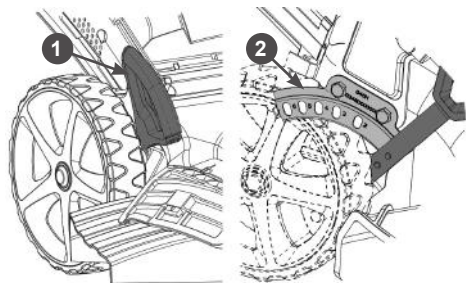

Рис. 14. Регулировка высоты скашивания
- А) выведите рычаг 1 регулировки из зацепления с пластиной 2 (Рис. 14);
- Б) переместите рычаг в требуемое положение и снова введите в зацепление рычаг 1 и пластину 2 (Рис. 14).